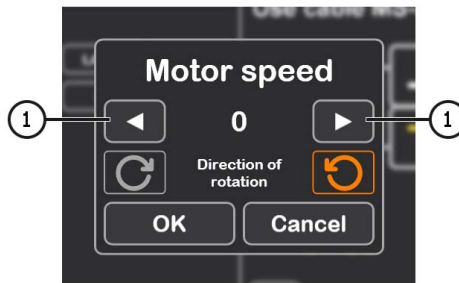

Рисунок 26
4.1. Після активації режиму діагностики відкриється вікно попередньої перевірки генератора див. рис. 26.
4.2. Кнопками керування приводом генератора (див. поз. 1 рис. 26) встановіть швидкість обертання шківів генератора в межах від 100 до 150 об/хв.
4. Перед активацією режиму діагностики з'явиться вікно попередньої перевірки генератора, див. рис. 26.
4.1. Кнопками керування приводом генератора (див. поз. 1 рис. 26) встановіть швидкість обертання шківів генератора в межах від 100 до 150 об/хв.
5. Після натискання на кнопку **"Automatic test"** з'явиться вікно попередньої перевірки генератора, див. рис. 26.
- 5.1. Кнопками керування приводом генератора (див. поз. 1 рис. 26) встановіть швидкість обертання шківів генератора в межах від 100 до 150 об/хв.
5. Натисніть кнопку **«Manual test»**, після чого відкриється вікно попередньої перевірки генератора (див. рис. 26).
6.1. Кнопками керування приводом генератора (див. поз. 1, рис. 26) установіть частоту обертання шків генератора в межах від 100 до 150 об/хв.